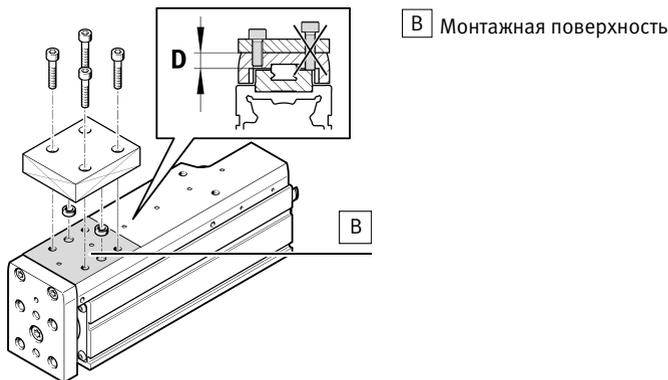

Fig. 7
- Выполняйте монтаж только на монтажную поверхность (B) → Fig.7.